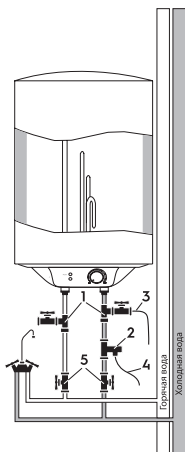

Рис. 5
2. Подключение обратного предохранительного клапана (рис.5, поз. 2): клапан следует устанавливать в месте входа холодной воды (удостоверьтесь, что гибкая сливная трубка (рис.5, поз. 4) установлена, на отверстие спуска давления и слива воды и направлена вниз в
- При подключении к системе водоснабжения необходимо предусмотреть и реализовать установку индивидуальных запорных вентилей (рис. 5, поз. 5) на линии подачи холодной воды в водонагреватель и на линии выхода горячей.
- Для упрощения процесса слива воды из водонагревателя рекомендуется на входе и выходе воды из водонагревателя установить тройники (рис. 5, поз.1).